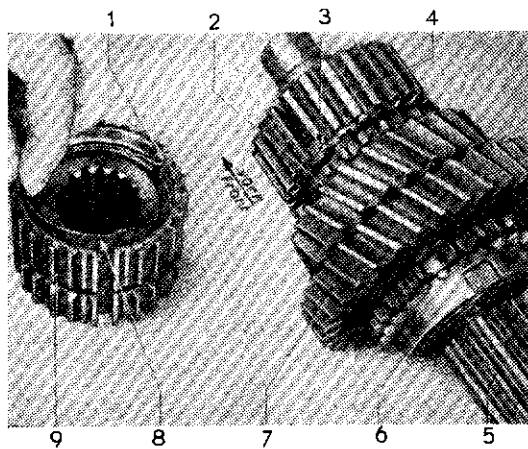
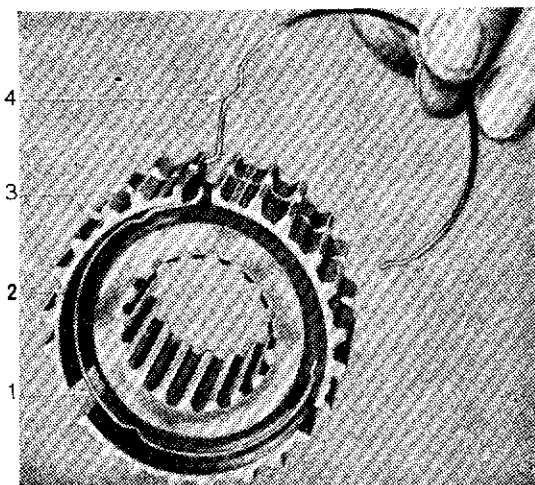

Fig. 43. — Détail de l'arbre secondaire et mise en place du ressort extenseur dans le moyeu de 1^{re}
Fig. 44. — Orientation des ressorts extenseurs dans le moyeu de 1^{re}
- Amener le pignon de 1^{er} sur l'arbre secondaire comme indiqué à la fig. 43.
- Introduire un ressort expandeur dans le moyeu de 1^{er} comme indiqué à la fig. 43, partie recourbée du ressort dans une fente. Introduire le second ressort expandeur à l'opposé du premier dans le moyeu de 1^{er} (voir fig. 44).